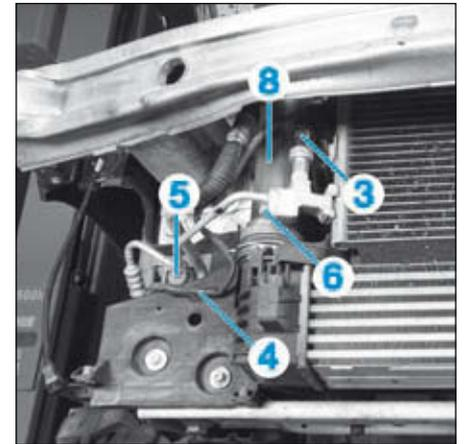
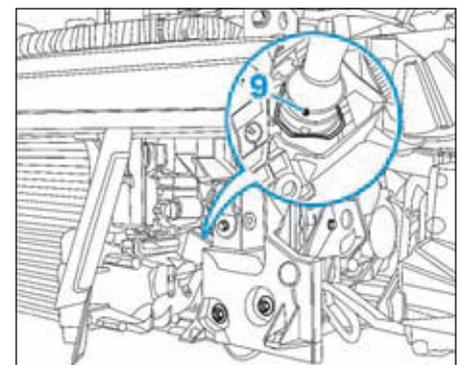

FIG.78
FIG.80
- Débrancher le connecteur du pressostat de climatisation (3) (Fig.78).
- Dégrafer le faisceau (4).
- la vis de bride (5),
- Désaccoupler le tuyau d'alimentation en air (8) (Fig.78) et (9) (Fig.80).